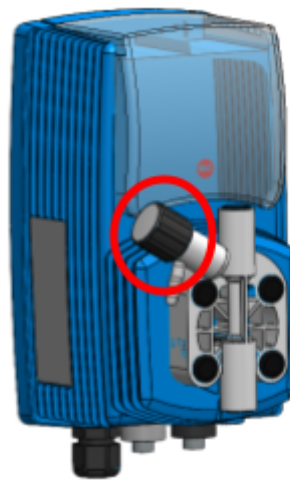

Figure 49.
- Purge : Ouvrez le bouton de purge (voir figure 49) situé sur la tête de pompe.